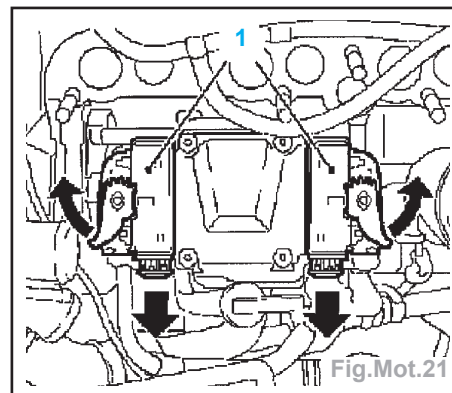

Fig.Mot.21
- Déverrouiller les fiches de faisceau de câbles de pompe d'injection (1) dans le sens de la flèche puis les débrancher (Fig.Mot.21).